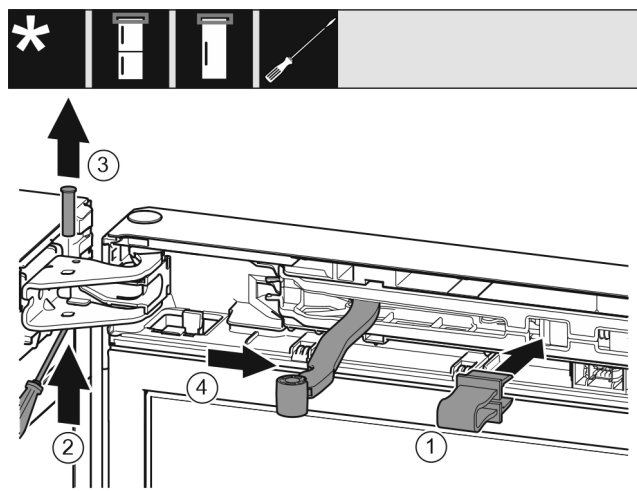

Fig. 11
- Pojistku Fig. 11 (1) nechte zapadnout do otvoru.
- Vyšroubujte čep Fig. 11 (2).
- Čep Fig. 11 (3) vyjměte nahoru.
- Otočte kloub Fig. 11 (4) směrem ke dveřím.